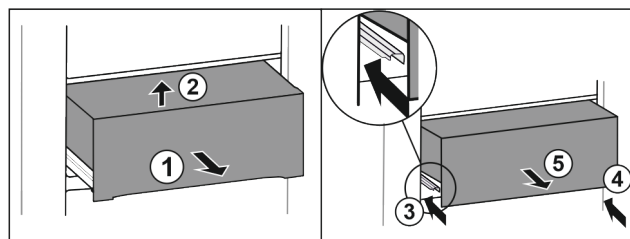

Fig. 31
- ▶ Estrarre il cassetto a metà Fig. 31 (1).
- ▶ Sollevare dal lato anteriore Fig. 31 (2).
- ▶ Inserire la guida a sinistra Fig. 31 (3).
- ▶ Inserire la guida a destra Fig. 31 (4).
- ▶ Rimuove il cassetto tirandolo in avanti Fig. 31 (5).